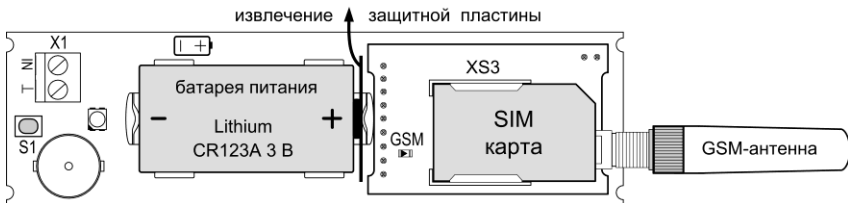

Рис.4 Установка SIM-карты, извлечение защитной пластины, подключение внешней GSM-антенны (только для варианта 2)
2. Убедитесь, что SIM-карта установлена в соответствии с рис.4, либо установите SIM-карту в держатель на плате GSM-модуля: контактами к держателю, срезом – как показано на рис.4.
3. Включите питание сигнализатора – извлеките защитную пластину из контакта батареи питания (см. рис.4) или установите батарею питания, соблюдая полярность (если она была извлечена). После включения питания световой индикатор сигнализатора засветится красным. Светодиод «GSM» будет светиться в течение 3-х секунд и начнёт часто мигать – производится поиск сети и регистрация в сети GSM.
1. Сигнализатор должен находиться в «Дежурном» режиме. Откройте крышку сигнализатора (У варианта 2 перед снятием крышки отключите внешнюю GSM-антенну – антенна откручивается вращением против «часовой стрелки». После снятия крышки – подключите антенну, антенна прикручивается к SMA-разъёму вращением по «часовой стрелке»). Убедитесь, что SIM-карта установлена в соответствии с рис.4.